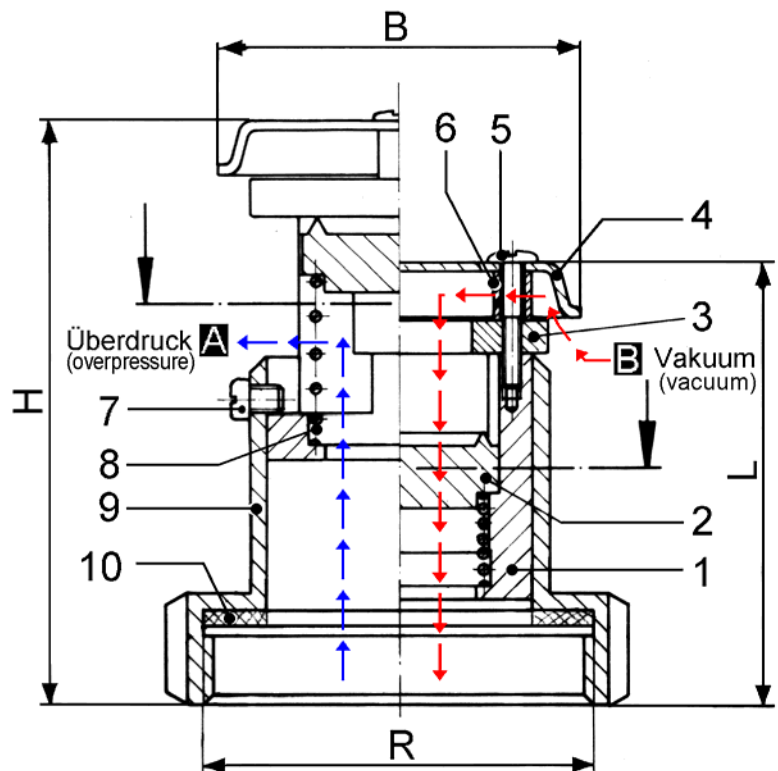

Abb. 1
Generell ist das Druckausgleichsventil vertikal am Anschluss (R) (siehe Abb.1) einzubauen.